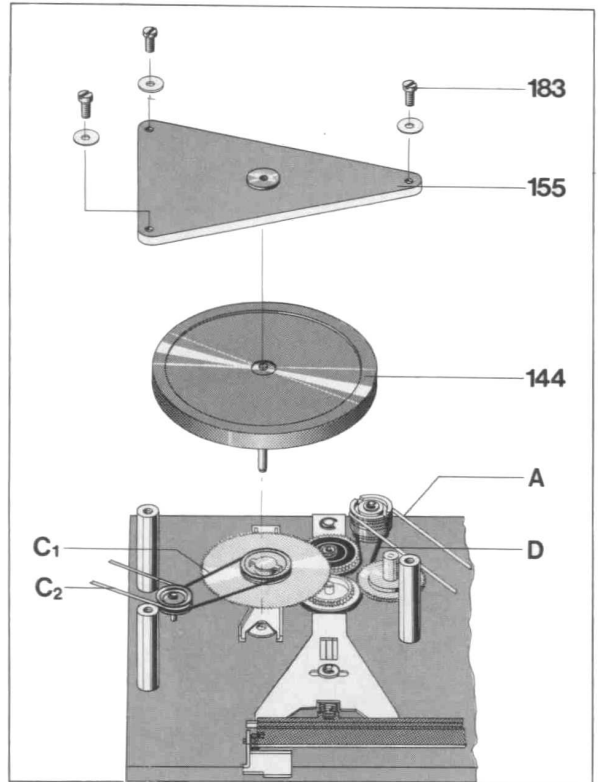

Fig. 5
Bei schnellem Vor/Rücklauf soll jeweils auf der Abwickelseite zwischen Gummitülle und der Bremstrommel des Mitnehmers kpl. **101** ein Abstand von $0,1 - 0,2$ mm vorhanden sein. Gegebenenfalls sind die Lappen der Bremsplatte **131** nachzubiegen (Fig. 5).
- Am linken Mitnehmer **101** drehen, bis im Durchbruch **B** der Cassettenhalteplatte eine der beiden Justierungsbohrungen sichtbar ist (Fig. 5). Dann mittels dem Spezial-Einstellschlüssel **E** (Dual-Art.-Nr. 230 933) das Aufwickelmoment einstellen. Bei Drehen im Uhrzeigersinn wird das Aufwickelmoment größer, entgegen dem Uhrzeigersinn wird es kleiner.